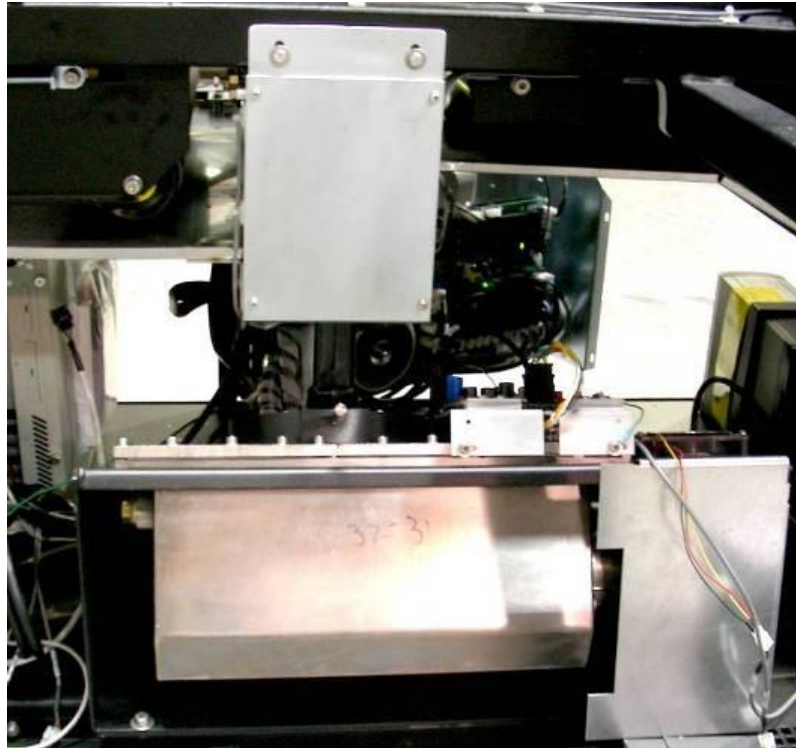

Рисунок 20-8: Рентгеновский генератор без крышки
1. Для получения доступа к двум генераторам (**Рисунок 20-8**) снимите кожух, откройте дверцу левой панели, выкрутите болты, удерживающие центральную панель на месте, затем снимите центральную панель.